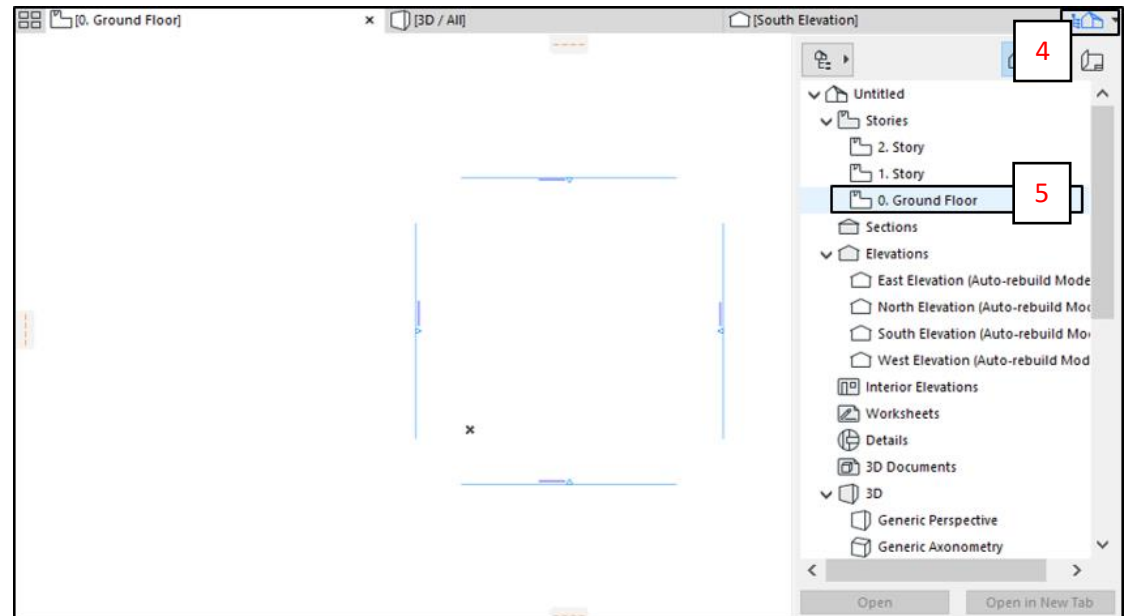

Fig. 7
B. Ir al *Navegador* (4) y seleccionar el nivel según los requerimientos del Usuario. Por ejemplo, escoger **Ground Floor** (5) para luego insertar la solución constructiva en dicho nivel. (Fig. 7)